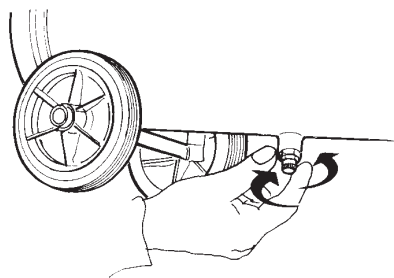

fig. 4
- veiller à ce que le robinet de déchargement de la condensation (fig. 4) situé au-dessous du réservoir soit fermé;
- Ôter le bouchon de déchargement de la condensation lorsque le réservoir est sous pression (*figure 4*).
Avant d'effectuer tout type d'intervention sur le compresseur, débranchez la fiche de la prise de courant et déchargez la pression du réservoir moyennant le robinet de déchargement de la condensation (*figure 4*); dévisser avec attention pour faire sortir l'air lentement, des résidus métalliques pouvant être présents à l'intérieur du réservoir. L'entretien approprié et régulier de votre compresseur est la condition de base pour son fonctionnement correct ainsi que la garantie d'une longue durée.
#### Déchargement de la condensation (*figure 4*)
- décharger tout l'air du réservoir (*fig. 4*);